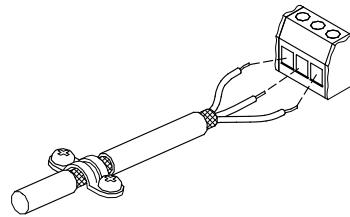

Fig. 26 Exemple de câble dégarni avec blindage
- Placer le blindage le plus près possible des bornes de raccordement. Voir fig. 26.